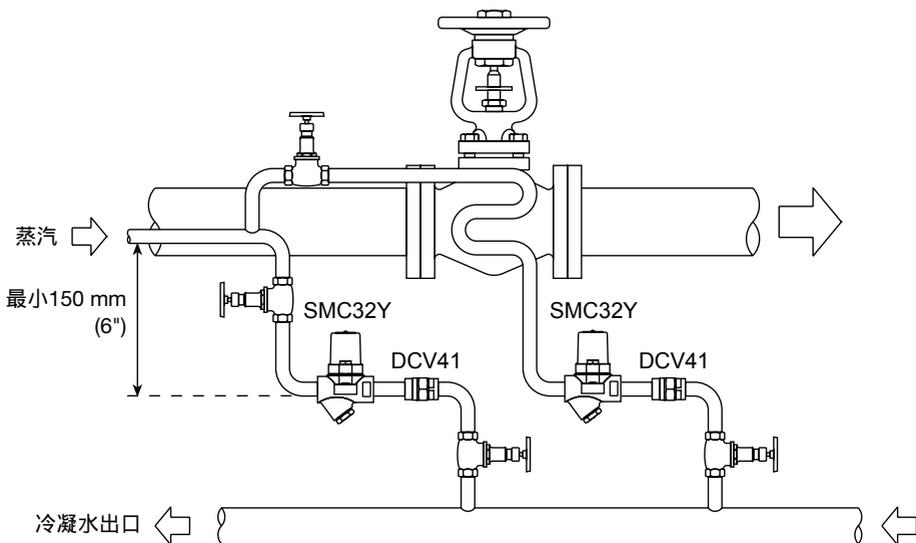

图 3 非关键伴热
**3.4** 该疏水阀可以安装在任何位置，水平或者垂直均可，但最好在少疏水前布置一个下降管 - 一般150mm，见图3。
如图3所示选用斯派莎克的DCV41止回阀。